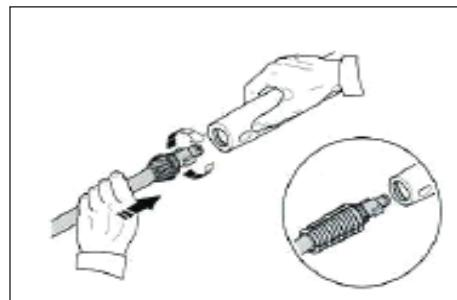

Figura 19 - Conexión de la pistola y lanza
1. Inserte la lanza en la pistola y gírela en el sentido de las agujas del reloj hasta que llegue a su tope, como se muestra en la Figura 19.